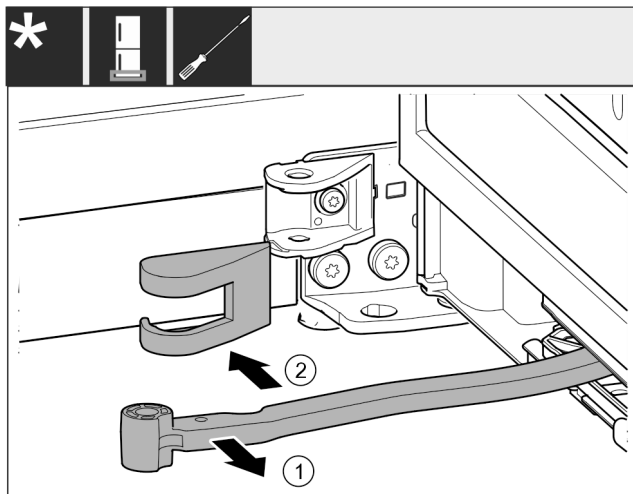

Fig. 16
- Okrenite zglobov u smjeru vrata. Fig. 16 (1)
- Skinite pokrov podloška ležaja. Fig. 16 (2)